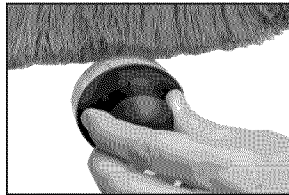

Figura 24 - Limpieza del carrete
3. Limpie el césped y otros desechos de la carcasa del carrete usando un cepillo (vea la Figura 24).